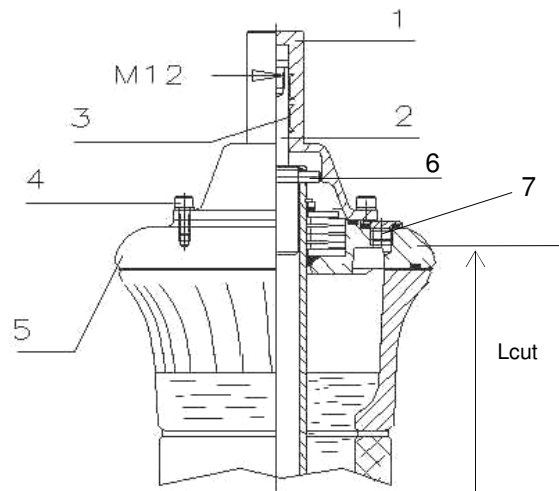

Fig 11
In questo tipo di connessione la treccia proveniente dagli avvolgimenti del trasformatore entra nel tubo centrale passante, fino al capocorda posizionato nella testa del passante (fig. 11 e 12)
Inoltre si consiglia di alzare leggermente il terminale superiore (fig. 11 pos 1) per completare il riempimento d'olio per far uscire l'aria presente sopra la flangia. I passanti sono progettati per resistere alle condizioni di trattamento delle parti attive del trasformatore (vuoto e temperatura fino a 90 °C).